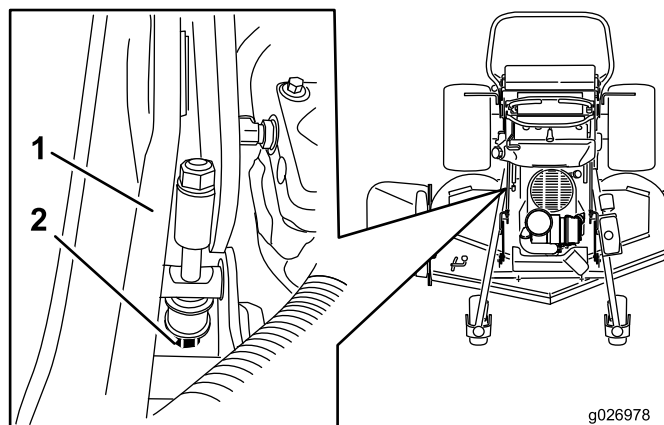

Figure 92
5. Si ce n'est pas le cas, localisez la tige de réglage de hauteur de coupe sur le côté droit de la machine (Figure 92).
6. Ajustez le boulon de réglage jusqu'à obtenir 7,6 cm (3 po) à la pointe des lames, comme montré à la Figure 92.